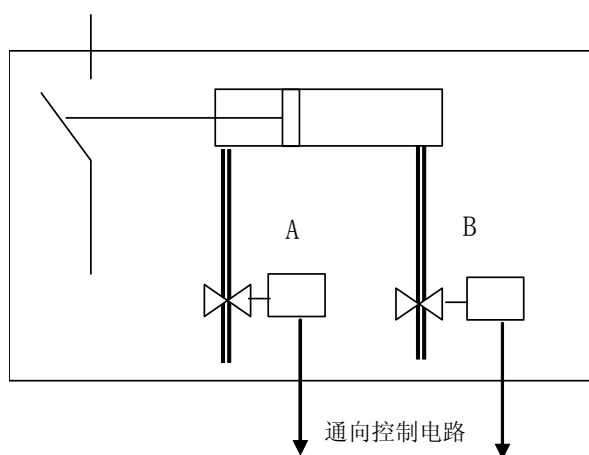

图 5-2 高压隔离开关电磁阀
8) 无论哪种情况, 闭合或断开高压隔离开关时, 真空断路器均会自动打开, 需要通过手动操作再接通。如图 5-2、5-3 所示。